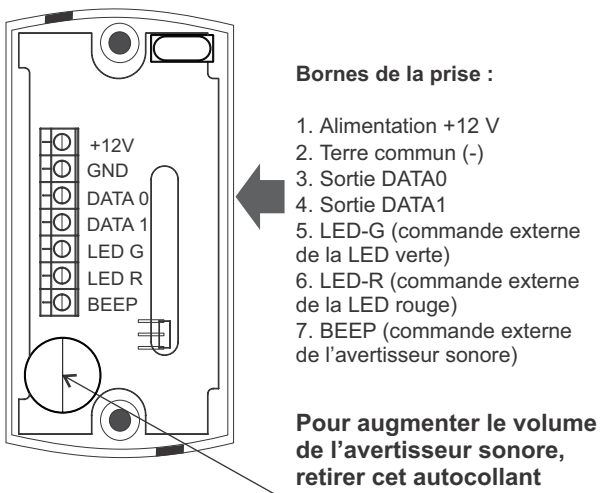
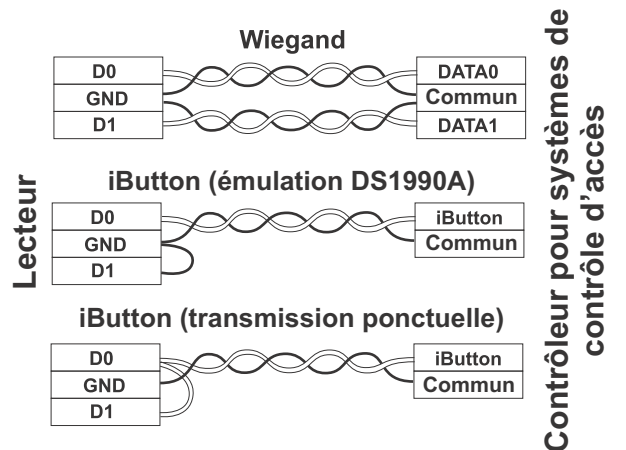

Fig. 4
Fig. 5
2. Raccorder les fils à la prise du lecteur, conformément aux schémas de la Fig. 4 et de la Fig. 5.
Remarque 2 : Afin d'éviter les interférences électriques lors de la connexion du lecteur au contrôleur, il est recommandé d'utiliser un câble UTP, par exemple CAT5e (voir la Fig. 5).